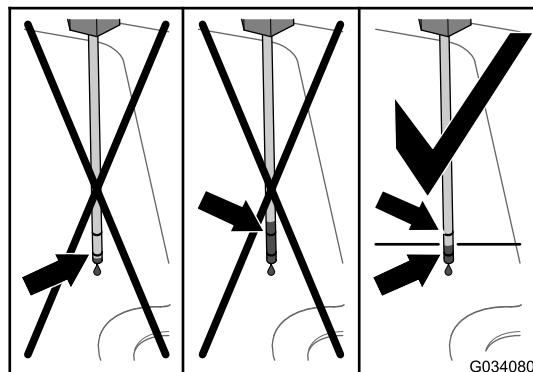

Bild 99
6. Nehmen Sie den Peilstab wieder heraus und prüfen Sie den Ölstand (Bild 99).
- Füllen Sie die angegebene Hydraulikölsorte in den Einfüllstutzen, bis der Ölstand zwischen den zwei Markierung am Peilstab liegt (Bild 99).